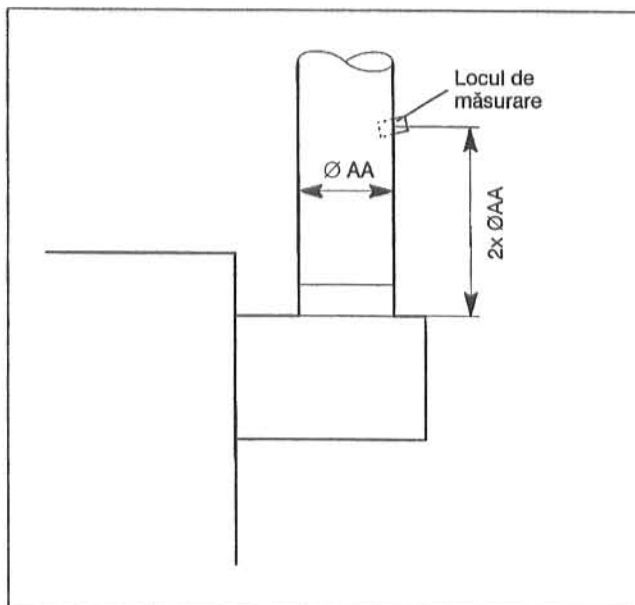

Fig. 30: Locul de măsurare din conducta gazelor de ardere
- Faceți o gaură în conducta gazelor de ardere, ca. $2 \times \varnothing AA$ după dispozitivul de menținere a curentului de gaze pe partea opusă cazanului (Fig. 30).